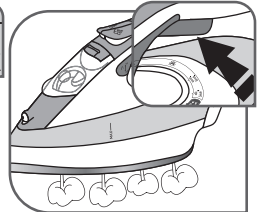

Fig.10
- În timpul sesiunii de călcat, țineți apăsat pe declanșatorul aflat sub mâner (timp de minim 5 secunde o dată) pentru a obține un debit de abur continuu, ceea ce garantează cele mai bune rezultate – fig.10. Dacă dați drumul declanșatorului, aburul se oprește.